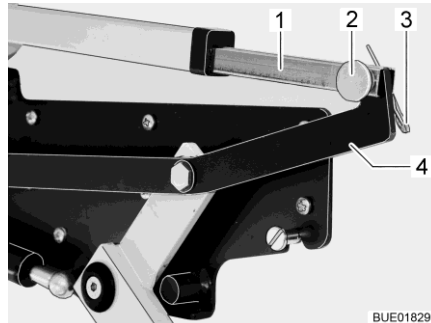

Bild 142 Antrieb für Hubbett
- Verbindung zwischen Schubstange (Bild 142,1) und Hebel (Bild 142,4) trennen. Dazu Splint (Bild 142,3) und Stift (Bild 142,2) herausziehen.